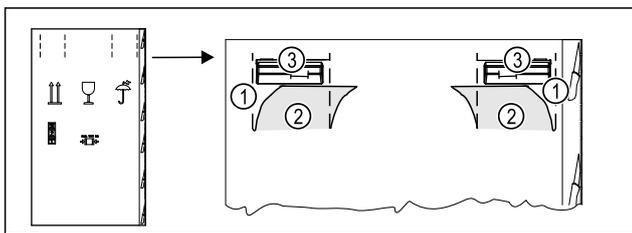

Fig. 3
- ▶ Comprimere il cartone di imballaggio in alto sulla perforazione Fig. 3 (1).
- ▶ Estrarre le linguette compresse Fig. 3 (2).
- ▶ La maniglia di trasporto Fig. 3 (3) a destra e a sinistra è visibile.
- ▶ Tenere l'apparecchio dalle maniglie di trasporto Fig. 3 (3).